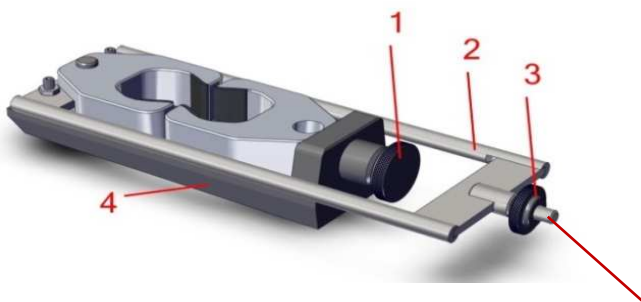
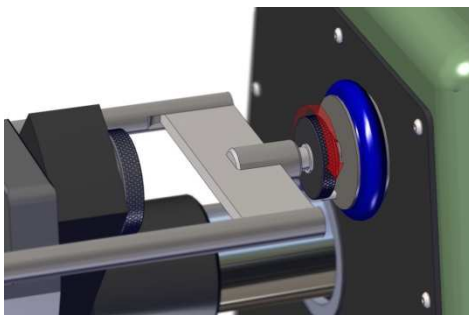

Figura 5.2.1
Figura 5.2.5
1. Rimuovere la grossa vite zigrinata di collegamento (Figura 5.2.1, particolare 1) dalla base dell'accessorio per la prova di trazione a freddo (Figura 5.2.1, particolare 4). Rimuovere sia il ponte di trazione (Figura 5.2.1, particolare 2) che la ganascia di sinistra dalla base dell'accessorio di trazione.
4. Regolare il dado zigrinato del ponte (Figura 5.2.1, particolare 3) fino a quando la superficie piatta del dado del ponte che sta di fronte al supporto-morsa fisso (Figura 5.2.2, particolare 6) si trova a circa 1/32" (0,078 mm) dalla superficie del supporto-morsa fisso (vedi Figura 5.2.5).